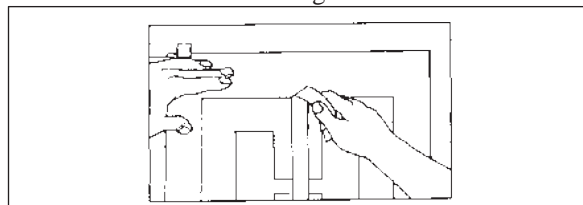

Fig. 17
5. Rimuovere la cerniera. Fig. 17